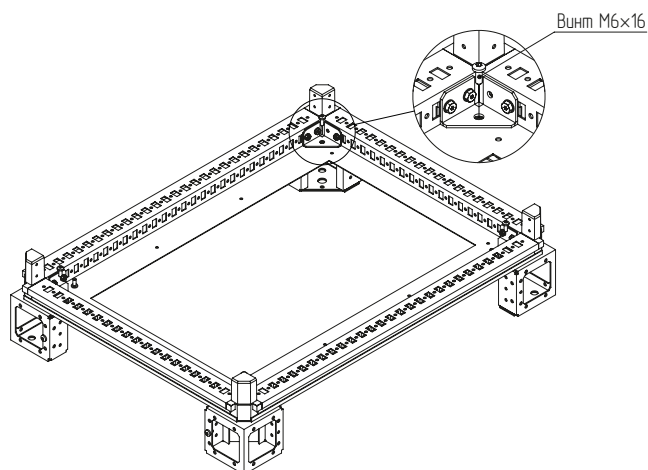

Рисунок 5
4.1.7 Зафиксировать каждый угол цоколя от проворачивания с помощью винта M6×16 (рисунок 5). Момент затяжки – 7 Н·м.